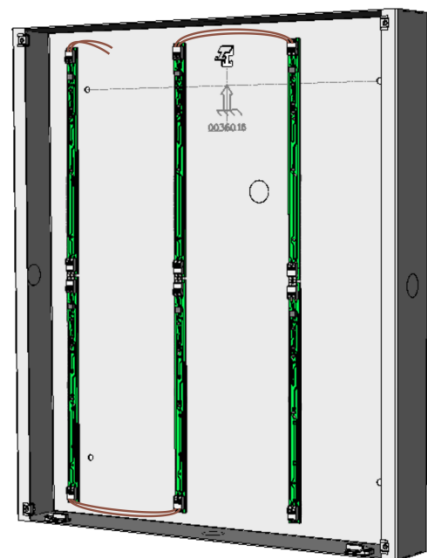

Abb. 9: Beleuchtungsplatten anschließen
- ▶ Positionieren Sie die Beleuchtungsplatten auf den Markierungen im Unterputzkasten: unten bündig abschließend, siehe Abb. 10, achten Sie auf deren Orientierung, siehe Abb. 9.